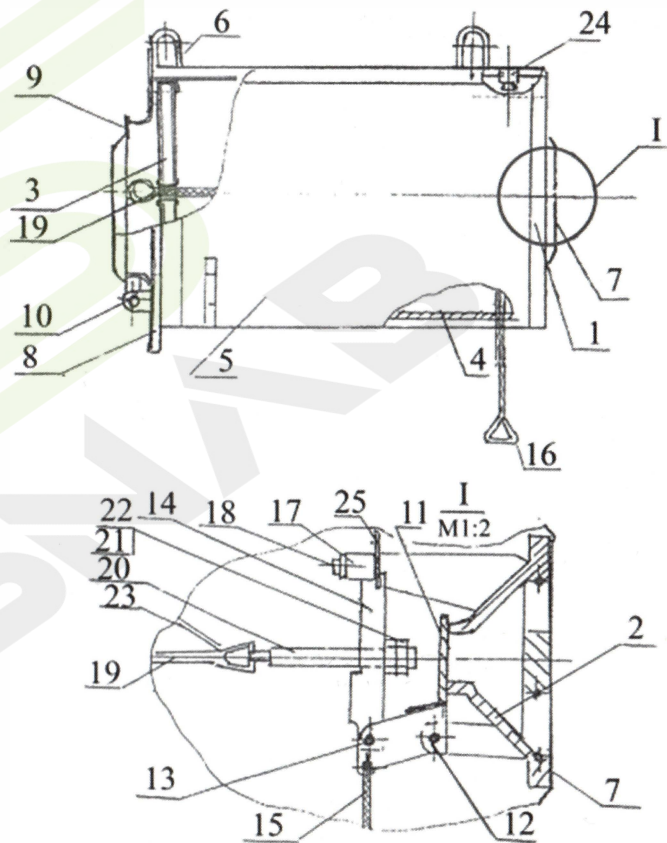

Рис. 1 - Устройство пенегенератора ГПСС
4.1. На рис. 1 показано устройство генератора типа ГПСС. В корпусе 1 генератора расположены его основные составные части: корпус распылителя 2 и кассета 3. В нижней части корпуса 1 имеется воздухозаборное отверстие, закрытое защитной сеткой 4. Боковые стенки корпуса 5 закреплены отогнутыми пластинами. Входное отверстие генератора расположено на фланце 7, к которому присоединяется растворопровод стационарной системы пожаротушения. Установка и крепление генератора на резервуаре осуществляется с помощью монтажного фланца 8, на котором имеется выходное отверстие, закрываемое крышкой 9. Крышка 9 установлена на шарнире 10. Перед распылителем 2 расположена заслонка 11, являющаяся одним из плечей двуплечного рычага, установленного в корпусе 1 на шарнире 12. Другой конец этого рычага соединен шарниром 13 с вилкой 14. Кроме того, двуплечий рычаг канатом 15 соединен с ручкой 16 ручного привода. Своим свободным концом вилка 14 установлена на упор 17, закрепленный в корпусе 1, болтом 18. Тяга 19 присоединена своими концами к крышке 9 и шпильке 20. Крышка 9 притянута к фланцу выходного отверстия генератора тягой 19 за счет усилия, создаваемого вращением гайки 21 по резьбе шпильки 20. При этом гайка 21 своей торцевой поверхностью упирается в вилку 14. Положение гайки 21, соответствующее необходимому усилию герметизации стыка крышки 9 и кромки выходного отверстия генератора, фиксируется на шпильке 20 контргайкой 22. У шпильки 20 к тяге 19 присоединен ограничитель 23 угла открывания крышки 9. Второй конец ограничителя 23 закреплен болтом 24. Для предохранения рычажной системы генератора от поломок вилка 14 закрепляется (только на период транспортирования) проволокой 25.
5.4. Во избежание случайных ударов рукоятки 16 (см. рис. 1) по металлоконструкциям резервуара канат 15 следует привязать к растворопроводу.
5.5. При вращении гайки 21 и контргайки 22 (см. рис. 1) во время регулировки усилия герметизации, а также при вращении болта 18 во время подготовки генератора следует избегать резких движений ключом во избежание сброса вилки 14 с упора 17. При проведении указанных операций свободной рукой необходимо прижимать заслонку 11 к соплу корпуса распылителя 2.
5.6. При проверке установленного на резервуаре генератора на герметичность следует привязать вилку 14 проволокой 25 так, как это показано на рис. 1.
**ВНИМАНИЕ!** Освободите вилку 14 (см. рис. 1) от крепления проволокой. Удалите проволоку 25 из генератора.
6.12. Произведите монтаж генератора на резервуаре в соответствии с рис. 2 рабочее положение генератора 1 (см. рис. 2) - горизонтальное, сеткой 4 (см. рис. 1) - вниз.
6.13. Канат 15 ручного привода (см. рис. 1) укоротите таким образом, чтобы расстояние между его обрезанным концом и поверхностью земли было 2 м. Привяжите ручку 16 на конце каната 15 любым из нераспускаемых узлов, например, беседочным (морская петля) и обязательно проверьте надежность затяжки.
Проверка на герметичность производится визуально с помощью набора щупов. Для обеспечения доступа в зону замера необходимо освободить кассету 3 (см. рис. 1) от крепления и, не снимая с тяги 19, передвинуть к шпильке 20.
8.1. Характерные неисправности, встречающиеся при эксплуатации генераторов типа ГПСС и методы их устранения приведены таблице 2. Номера позиций составных частей генератора см. рис. 1.